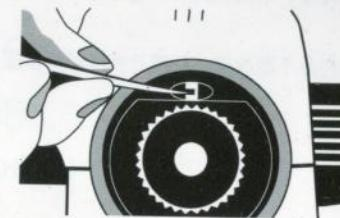

图 15
④，调整分划板校正螺丝（如图15），使视距丝对准 $b_2 = a_2 - (a_1 - b_1)$ ，重复上述步骤直到 $|a_1 - b_1| - |a_2 - b_2| \leq 3\text{mm}$ 为止。